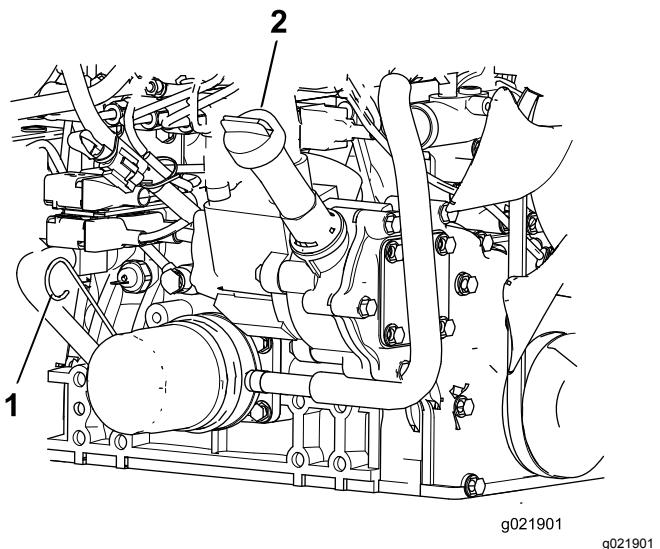

Figura 71
3. Retire a vareta, limpe-a, coloque-a no tubo e volte a retirá-la em seguida. O nível de óleo deve estar entre marca Cheio e a marca Adicionar (Figura 71).
4. Se o nível de óleo estiver baixo, retire o tampão de enchimento (Figura 71) e adicione óleo até que fique entre a marca "Full" (cheio) e a marca "Add" (adicionar). Não encha demasiado.